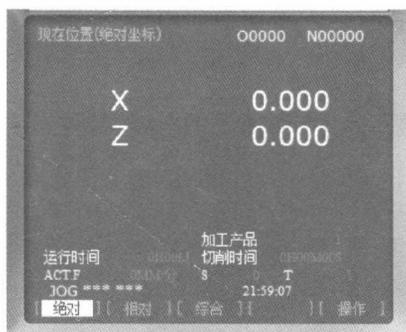

图 1-1-4 回零显示
3)按数控系统面板 POS 键,CRT 显示屏显示“X 0.000”、“Z 0.0000”,如图 1-1-4 所示。